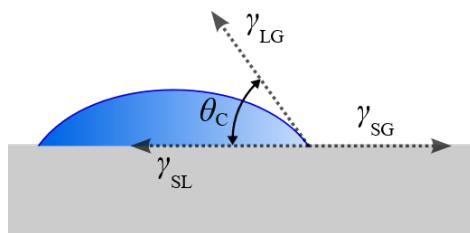
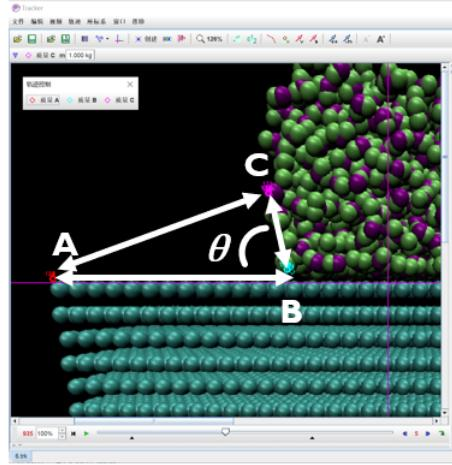

Figure.1 Contact angle of a liquid droplet wetted to a rigid solid surface
Figure.15 Contact angle measurement in Tracker.
9. 该篇论文中的接触角是指那个最通用的被定义为接触角的角，详见Figure.1；而我们这里的接触角其实是它的补角，见Figure.15，定义方式不同但不会引起本质影响。